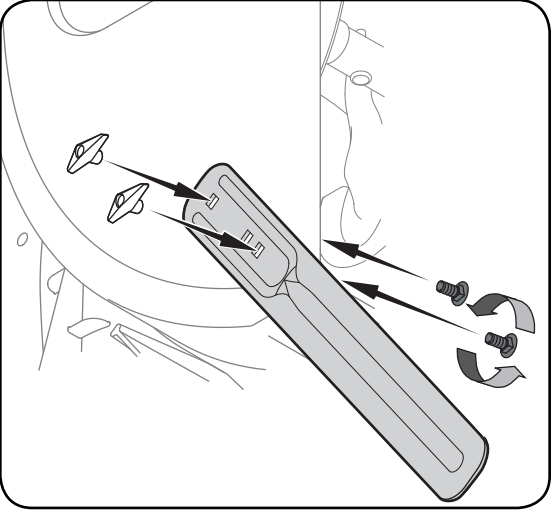

Figure 9
- Positionnez les barres de coupe pour qu'elles fient face à l'avant comme illustré à la Figure 9. Maintenez-les en place avec la boulonnerie enlevée précédemment, les écrous à oreilles devraient être attachés sur l'extérieur du logement comme illustré. Si votre souffluse n'est pas équipée de barres de coupe, adressez-vous au service après-vente pour tout renseignement concernant le prix et la disponibilité en stock.